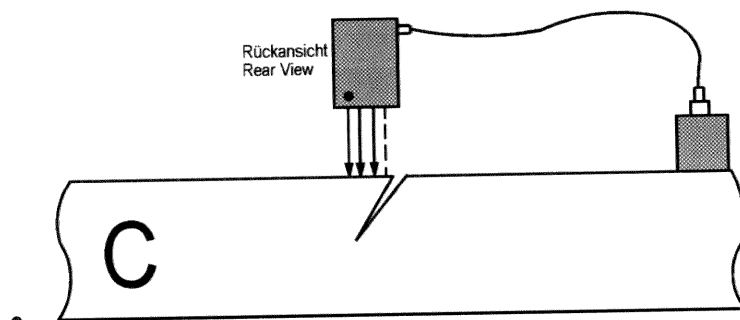

Fig. 11: セットアップ C : 2 回目のゼロ測定
- プローブ、参照割れ TP、外設磁極付き電極をセットアップ C (Fig.11) のように配置します。その時、割れを介して、外設磁極付き電極の反対側に4ピン全てを配置するようにします。電流印加ピン（プローブ上の赤点付き）は外側に配置されています。内側の電圧測定ピンを割れに近づけます。全てのピンは割れの無い部分に置きます。